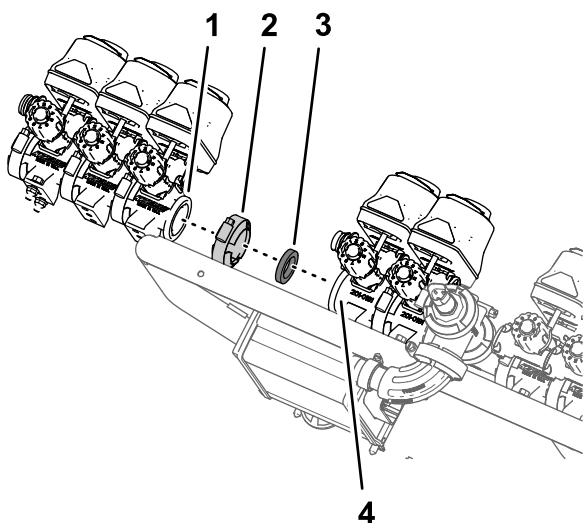

Figura 104
1. Monte las 3 válvulas de sección (Figura 104) que retiró en el paso 8 de Retirada de las válvulas de sección del soporte del distribuidor (página 38) sobre la brida de la válvula 7 del conjunto de válvulas de fumigación con la abrazadera de brida y la junta que retiró en el paso 4 de Retirada de las válvulas de sección del soporte del distribuidor (página 38).